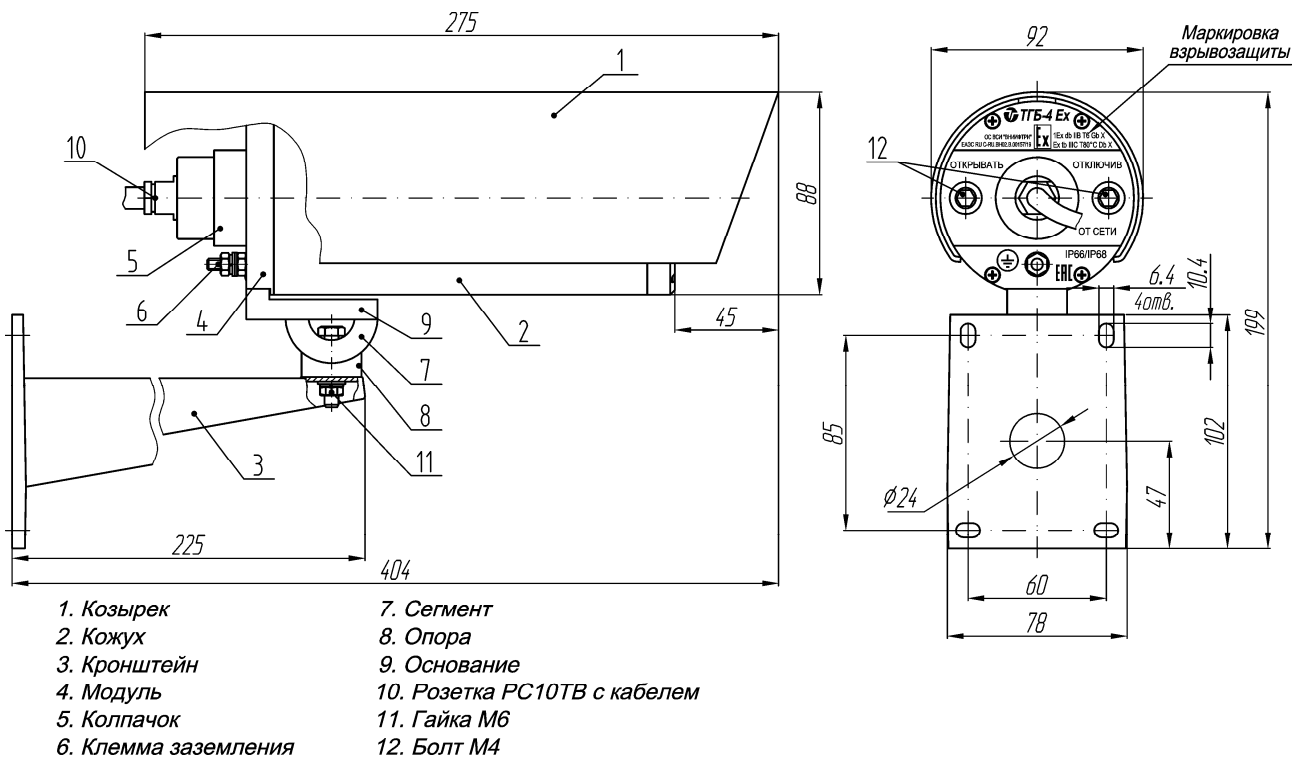
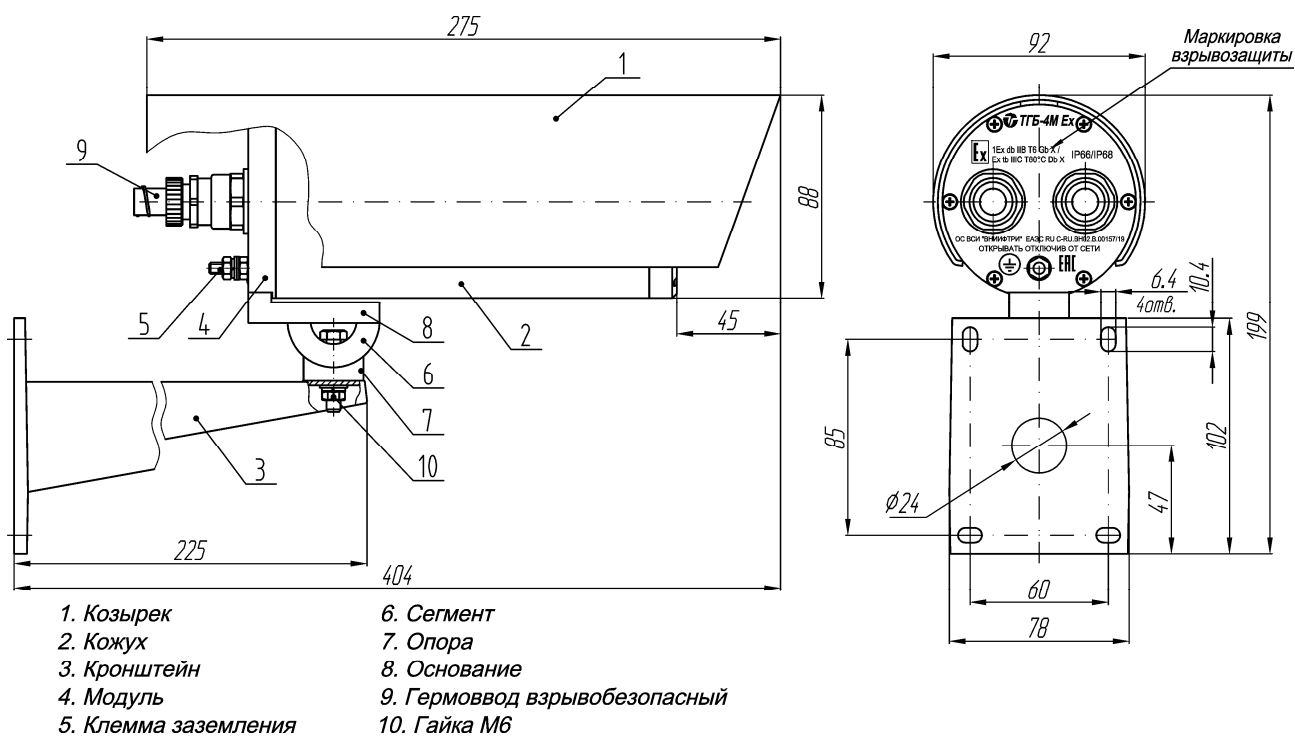
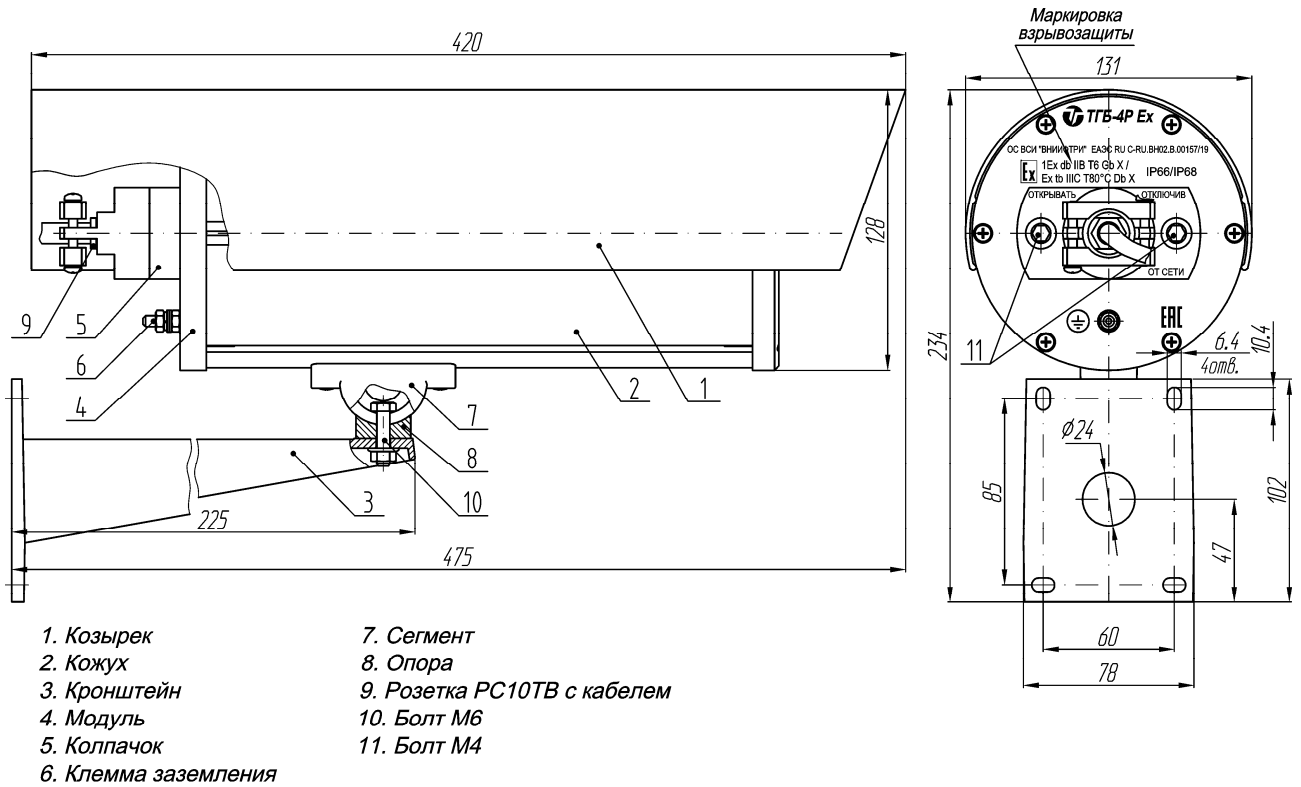

Рис.1 Общий вид термокожухов ТГБ-4 Ex, ТГБ-4 Ex IIC
Рис.2 Общий вид термокожуха ТГБ-4М Ex, ТГБ-4М Ex IIC
Рис.3 Общий вид термокожуха ТГБ-4Р Ex, ТГБ-4Р Ex IIC
1.9.3. На задней крышке термокожухов, входящей в состав модуля (поз.4 рис.1...6), установлены один разъем РСГ10ТВ (ТГБ-4 Ех, ТГБ-4Р Ех, ТГБ-4Р ТВ Ех, ТГБ-4 Ех ИС, ТГБ-4Р Ех ИС, ТГБ-4Р ТВ Ех ИС) или 2 гермоввода с категорией взрывозащиты не хуже 1Ех d ИС X, с защитой от воспламенения горючей пыли DIP A21 (ТГБ-4М Ех, ТГБ-4Г Ех, ТГБ-4Г ТВ Ех, ТГБ-4М Ех ИС, ТГБ-4Г Ех ИС, ТГБ-4Г ТВ Ех ИС), с помощью которых осуществляется подача питающего напряжения на термокожух, видеокамеру, тепловизор, ИК-прожектор или другое электронное оборудование и съем видеосигнала с выхода видеокамеры.
Для обеспечения взрывозащиты соединения блочной части разъема РСГ10ТВ и кабельной розетки РС10ТВ с патрубком, закрывается колпачком (поз.5 рис.1, 3, 4).
1.9.4. Крепление термокожуха осуществляется с помощью кронштейна (поз.3 рис.1...6).
1.9.6. Для защиты стекла от осадков и ограничения засветки солнечным светом и осветителями служит козырек (поз.1 рис.1...6), укрепленный сверху на корпусе термокожуха. В зависимости от поля зрения видеокамеры или установленного угла освещения ИК-прожектора козырек может быть перемещен вперед или назад так, чтобы не ограничивать поле зрения или угол освещения.
Длина кабеля определяется потребителем и указывается в заказе. Защита места присоединения разъема в термокожухах ТГБ-4 Ех, ТГБ-4Р Ех, ТГБ-4Р ТВ Ех, ТГБ-4 Ех ПС, ТГБ-4Р Ех ПС и ТГБ-4Р ТВ Ех ПС обеспечивается колпачком (поз.5 рис.1, 3, 4), устанавливаемым на заднюю крышку модуля (поз.4 рис.1, 3, 4) и закрывающим патрубок разъема (поз.10 рис.1 или поз.9 рис.3, 4). Колпачок должен быть заполнен герметиком из поставляемого комплекта через отверстия в верхней части, которые закрываются стопорными винтами.
1.10.6. Для защиты персонала от поражения электрическим током на задней крышке модуля термокожухов предусмотрена клемма заземления (поз.6 рис.1, 3, 4 или поз.5 рис.2, 5, 6), обозначенная знаком  $\oplus$ , которую при установке на месте эксплуатации, необходимо соединить с шиной заземления.
3.1.3.1. Отвернуть два болта М4 (поз.12 рис.1 для ТГБ-4 Ех, ТГБ-4 Ех ПС или поз.11 рис.3 для ТГБ-4Р Ех, ТГБ-4Р Ех ПС, рис.4 для ТГБ-4Р ТВ Ех, ТГБ-4Р ТВ Ех ПС), крепящие колпачок (поз.5 рис.1, 3, 4). Продеть шнур с
3.1.3.3. Произвести разметку кабеля и подготовку отверстий для крепления кронштейна на стене в соответствии с крепежными размерами, указанными на рис.1, 3, 4. Закрепить кронштейн с помощью 4 шурупов или винтов диаметром не менее 5 мм и не более 6 мм.
3.1.3.4. Установить термокожух на кронштейне и закрепить его гайкой М6 (поз.11 рис.1 для ТГБ-4 Ех, ТГБ-4 Ех ПС или болтом М6 поз.10 рис.3 для ТГБ-4Р Ех, ТГБ-4Р Ех ПС, рис.4 для ТГБ-4Р ТВ Ех, ТГБ-4Р ТВ Ех ПС), не затягивая ее.
3.1.3.9. С помощью ключа затянуть гайку М6 (поз.11 рис.1 для ТГБ-4 Ех, ТГБ-4 Ех ПС) или болт М6 (поз.10 рис.3 для ТГБ-4Р Ех, ТГБ-4Р Ех ПС, рис.4 для ТГБ-4Р ТВ Ех, ТГБ-4Р ТВ Ех ПС) крепления термокожуха на кронштейне.
- отвернуть два болта М4 крепления колпачка (поз.5 рис.1, 3, 4), вращательным движением против часовой стрелки ослабить сцепление его с герметиком и медленно сдвинуть колпачок на кабель;
- отвернуть шесть винтов крепления модуля (поз.4 рис.2, 5, 6) к кожуху (поз.2 рис.2, 5, 6) и вытащить модуль на расстояние, удобное для отсоединения кабелей, идущих от гермовводов;